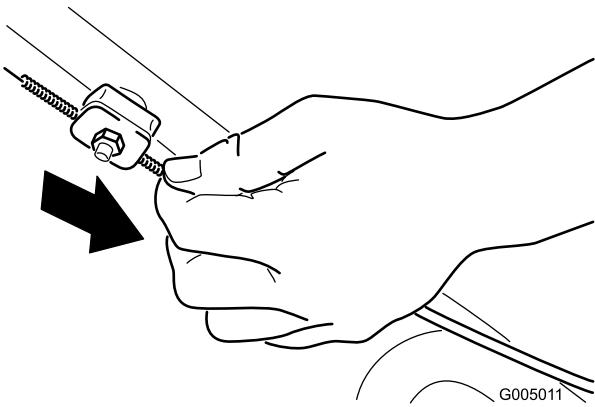

Figure 37
- Tirez la gaine du câble vers le bas (vers la machine) jusqu'à ce qu'il n'y ait plus de mou dans le câble (Figure 37).